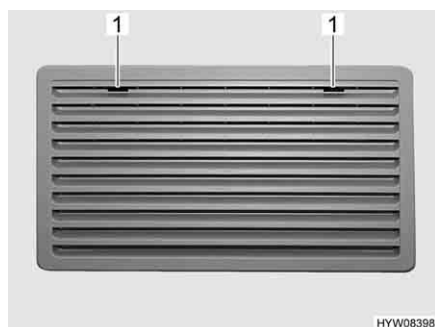
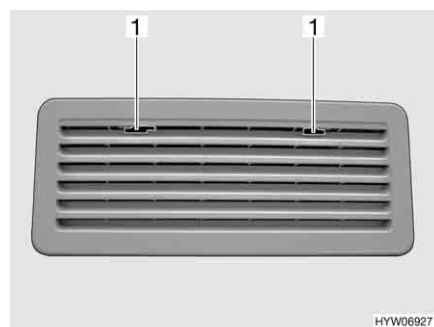

Bild 226 Kylskåpets ventilationsgaller (Theftord stort)
Bild 227 Kylskåpets ventilationsgaller (Theftord litet)
- Skjut spärren (Bild 226, 1 eller Bild 227, 1) till mitten.